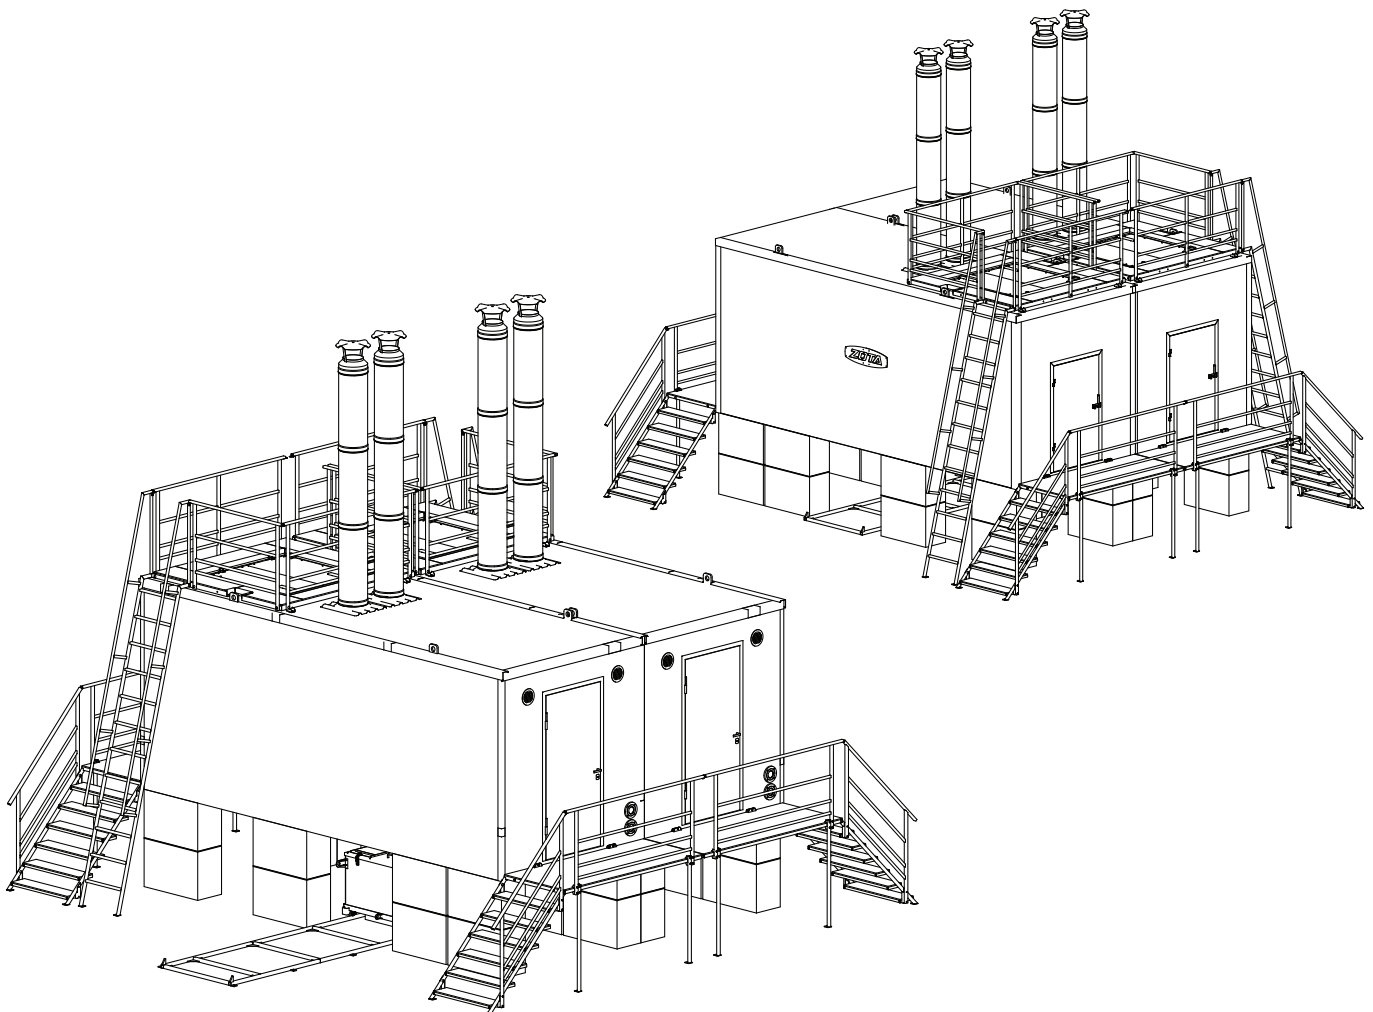

Рис.8 Конструкция блочно-модульной котельной
- Блочно-модульные котельные (далее БМК) применяются в случаях, когда нужна высокая мощность и надежность теплоснабжения, в их состав может входить от 2 модулей с котлами (**Рис.8**).